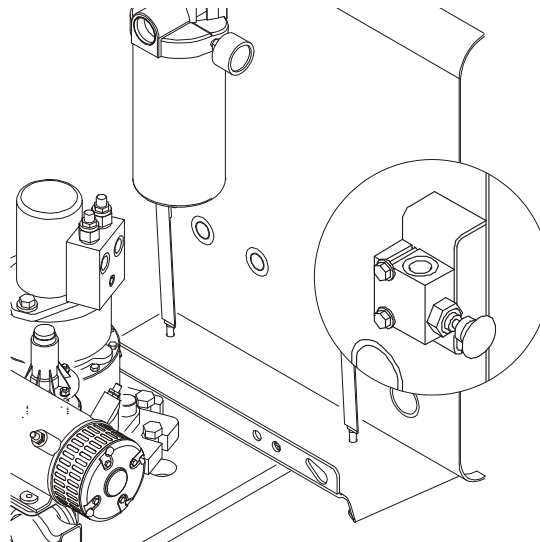

Figura 4-8. Válvula de nivelación
3. Tirar de la perilla roja de nivelación ubicada junto a la válvula de control principal y mantenerla en esa posición. Consultar la Figura 4-8.